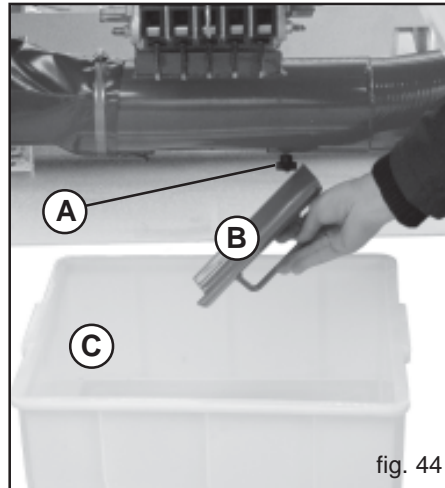
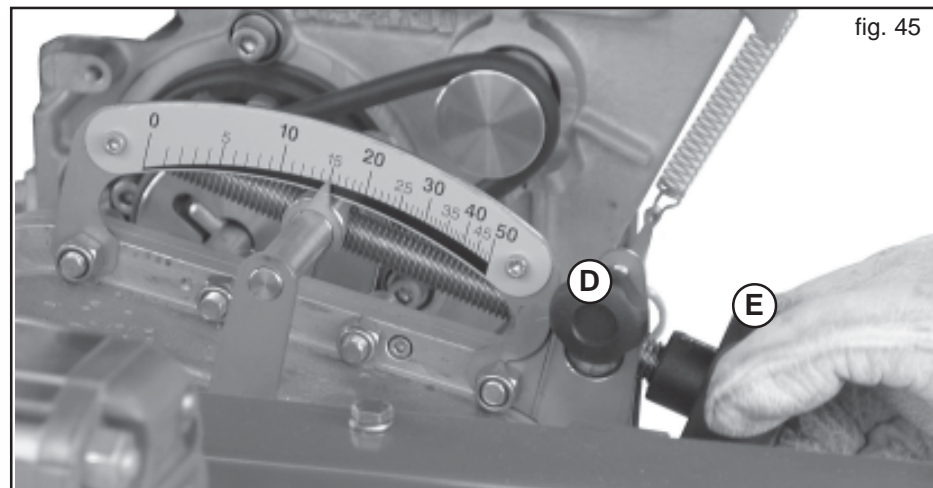

fig. 44
fig. 45
- 2) Allentare il pomello (A, Fig. 44) e togliere la saracinesca (B).
- 3) Posizionare la vaschetta di raccolta sotto lo scarico (C).
- 4) Allentare la vite di fissaggio posta sulla regolazione del cambio (D, Fig. 45), quindi portare l'indicatore graduato nella posizione desiderata (in base alla quantità di prodotto da distribuire), agendo sul pomello di regolazione (E, Fig. 45).
- 8) Una volta effettuata con successo la prova di dosaggio, fissare nuovamente la vite di fissaggio della regolazione del cambio (D, Fig. 45). **ATTENZIONE: non utilizzare utensili per serrare il pomello. Non serrare troppo forte, basta un leggero effetto ganascia del freno.**